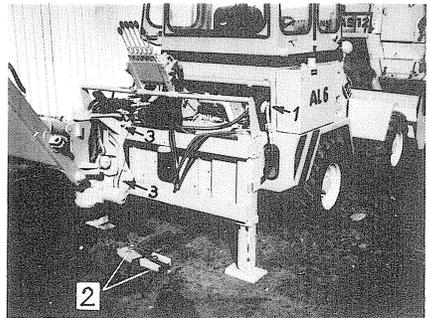

Bild 16
- (2) Hochdruckschläuche des Heckbaggers mit dem Grundgerät an den Schnellkupplungen verbinden (Bild 16/1).
Klemmpratzen vom Heckbagger demontieren (Bild 16/2).
Für die seitliche Verschiebung des Schlittens vom Auslegerarm, werden alle 4 Klemmschrauben des Schlittens (Bild 16/3) gelöst. Der Auslegerarm wird um 90° auf die Seite des Knickladers verschwenkt, auf welche man den Schlitten verschieben will. Unter Zuhilfenahme des im Boden eingehakten Kübels und der Hydraulik, wird der Schlitten in die gewünschte Stellung gezogen. Danach müssen alle Klemmschrauben des Schlittens fest angezogen werden.